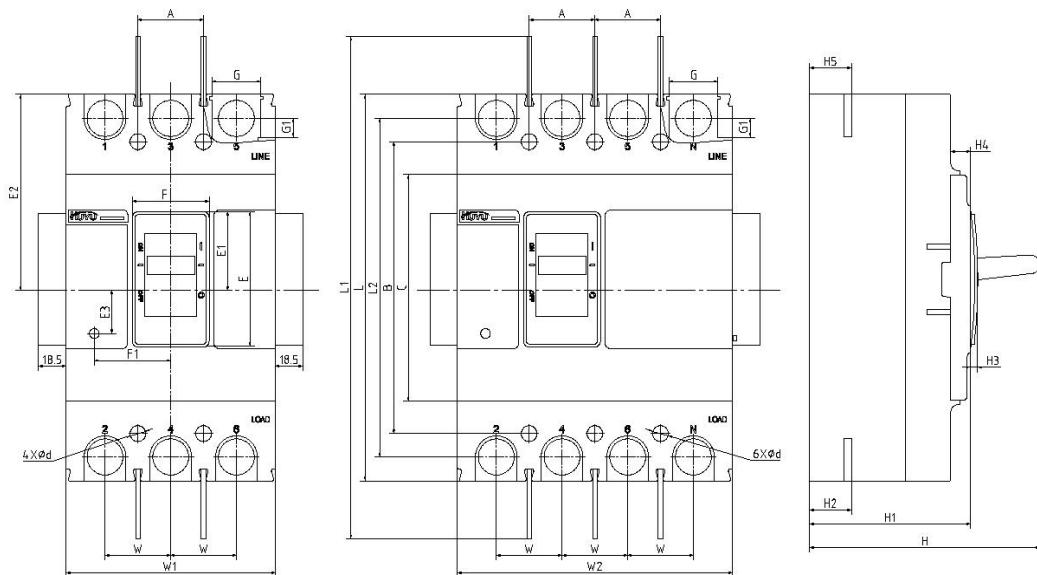

图 21 板前接线外形及安装尺寸
6.2 HYM3、HYM3K-125~1250/3P、4P 断路器板前接线外形及安装尺寸见图 21 及表 11。